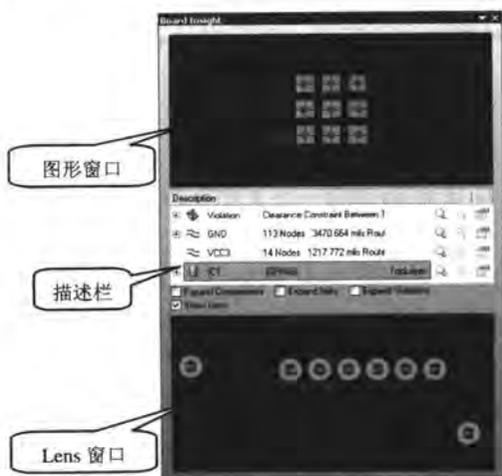

图 8-45 【Board Insight】面板
打开的【Board Insight】面板如图 8-45 所示，主要由【Board Insight】窗口和 Lens 窗口组成。
- **图形窗口**：对于描述栏中所列出的每一对象信息，在该窗口中都能以图形的方式加以显示。如果用户选择了描述栏中的某一对象信息，图形窗口将显示该对象的图形，如图 8-45 中所示。此时，将光标在编辑窗口中移动，描述栏的内容及图形窗口中的显示将不再随光标位置的变化而变化，即 **【Board Insight】** 窗口处在了锁定的状态，便于用户详细查看相关的信息。单击编辑窗口右下角的 **清除** 按钮，或者在编辑窗口中单击鼠标左键即可解除锁定状态